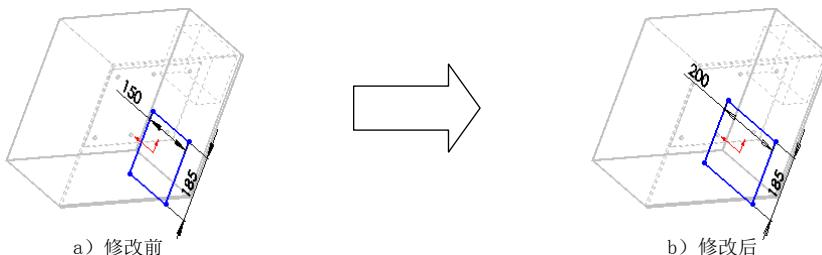

图 17.5.12 修改光驱的宽度尺寸
Step3. 双击要修改的宽度值尺寸 150，输入新尺寸 200，如图 17.5.12 所示。